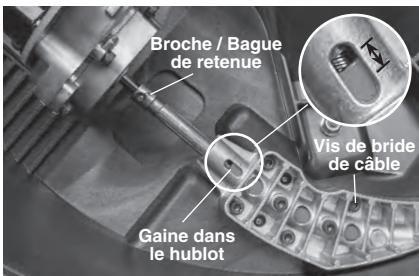
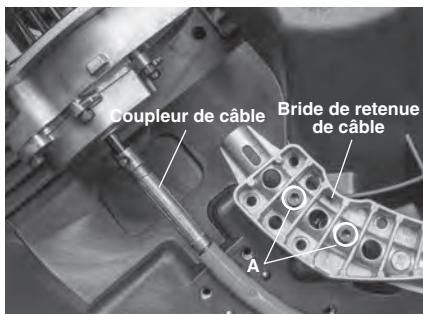

Figure 20 – Position de la gaine à l'intérieur du hublot
Figure 19 – Montage du câble
3. Desserrez les vis de retenue de la bride de gaine (*Figure 19 « A »*) de deux tours, mais sans les retirer.
4. Retirez les vis de retenue de la bride de câble, puis enlevez la bride (*Figure 19*).
- Engagez (sans serrer) les 4 vis de la bride de retenue de câble (*Figure 19*). Vérifiez que la gaine du câble arrive à moins de $\frac{1}{4}$ " (6 mm) du coupleur de câble. L'extrémité de la gaine doit se trouver entre les deux traits du hublot comme indiqué à la *Figure 20*.